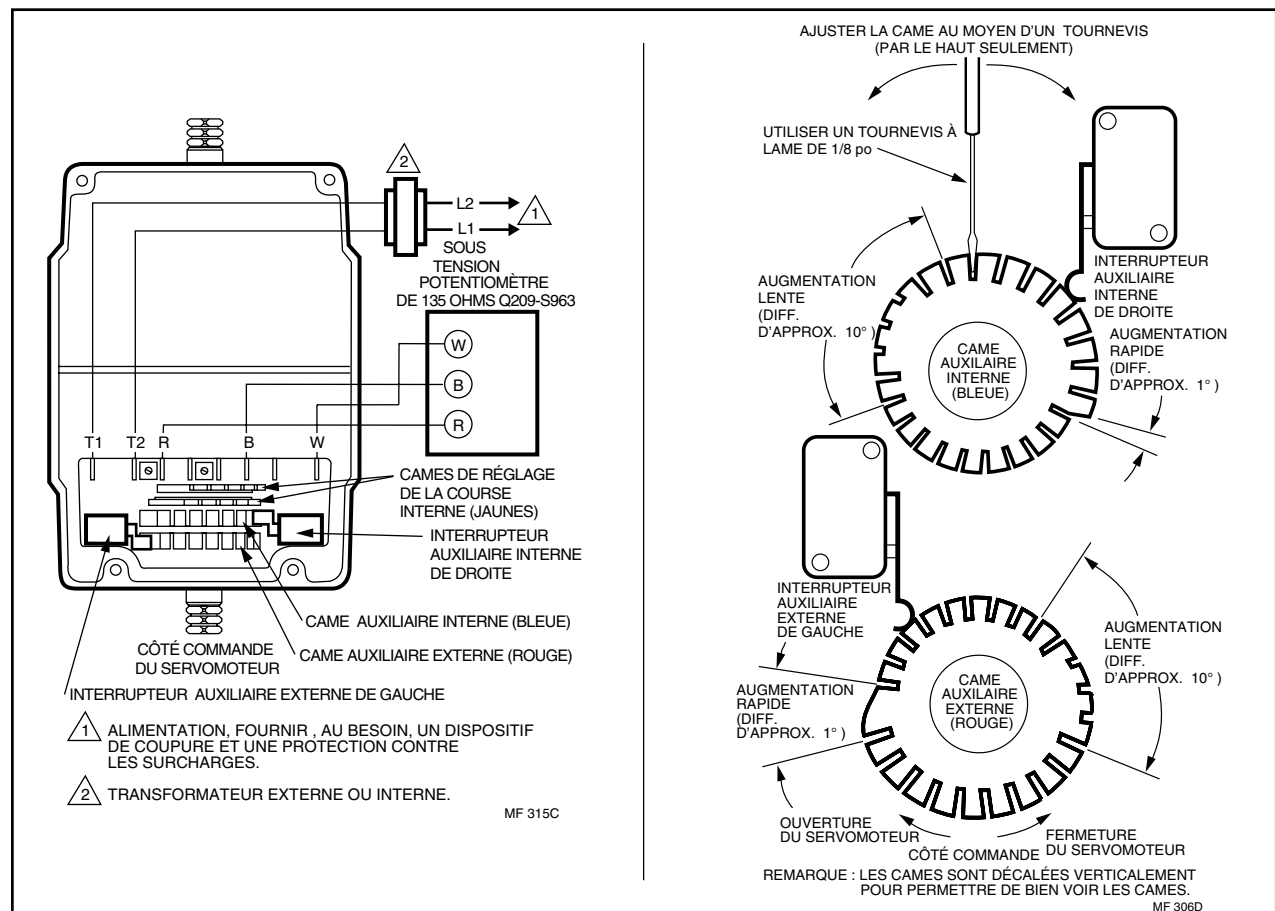

FIG. 22—RÉGLAGE DE L'INTERRUPTEUR AUXILIAIRE.
MARCHE À SUIVRE POUR LE RÉGLAGE DE L'INTERRUPTEUR AUXILIAIRE (Fig. 22)
2. Débrancher le régulateur du moteur et brancher un potentiomètre manuel 135 ohms. Raccorder les bornes R, W et B du potentiomètre aux bornes correspondantes du moteur. (Fig. 22).